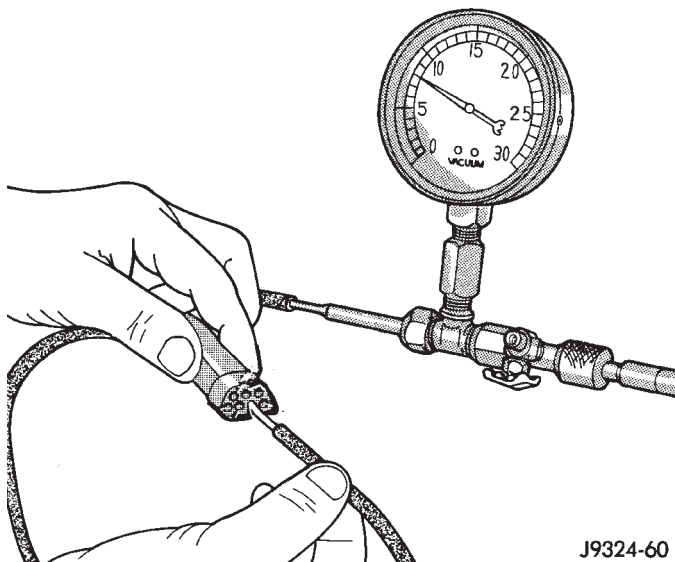

Fig. 10 Teste do Circuito de Vácuo
(1) Desconecte o conector do vácuo da parte de trás do interruptor de controle de modo do aquecedor-A/C no painel de instrumentos.
(2) Conecte a ponta de teste da mangueira de vácuo do conjunto de teste em cada porta do conector do chicote de fiação do vácuo, uma porta por vez, e faça uma pausa após cada conexão (Fig. 10). O medidor do conjunto de teste deve retornar ao ajuste de 27 kPa (8 pol. Hg) logo depois que cada conexão é feita. Se estiver OK, substitua o controle defeituoso do aquecedor-A/C. Se não estiver OK, vá para a etapa 3.
(3) Determine a cor da linha do vácuo do circuito de vácuo que está vazando. Para determinar as cores